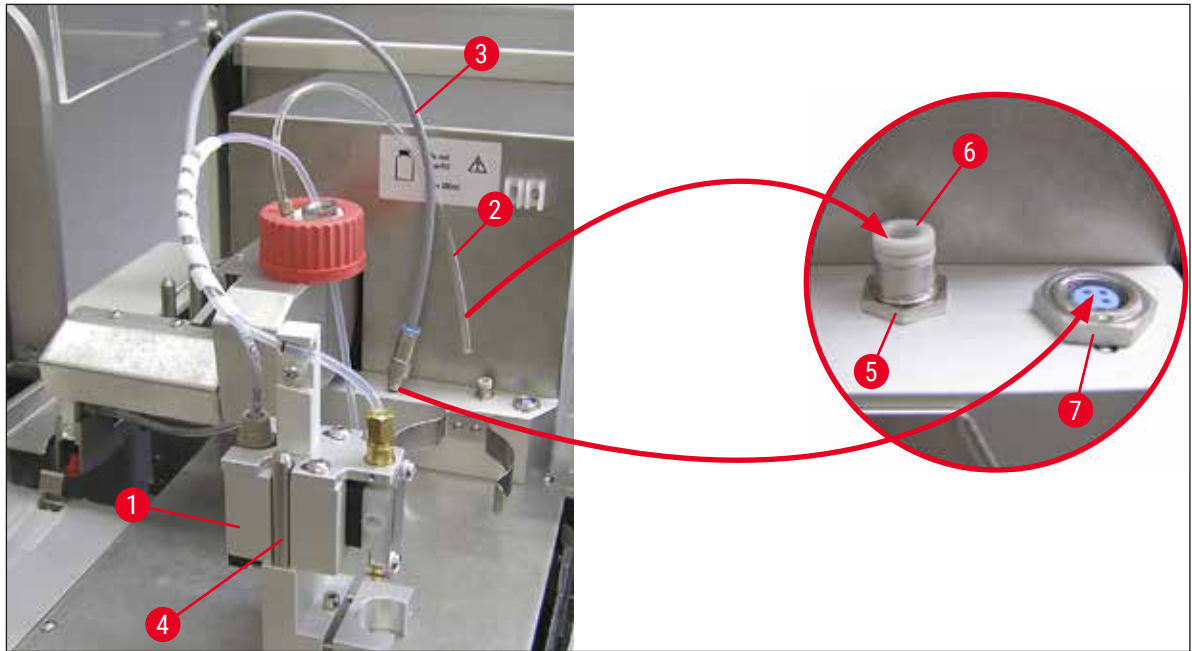

図 11
2. ディスペンサー (→ 図 11-1) をホルダー (→ 図 11-4) に挿入し、プライミング位置 (→ 図 11) にします。